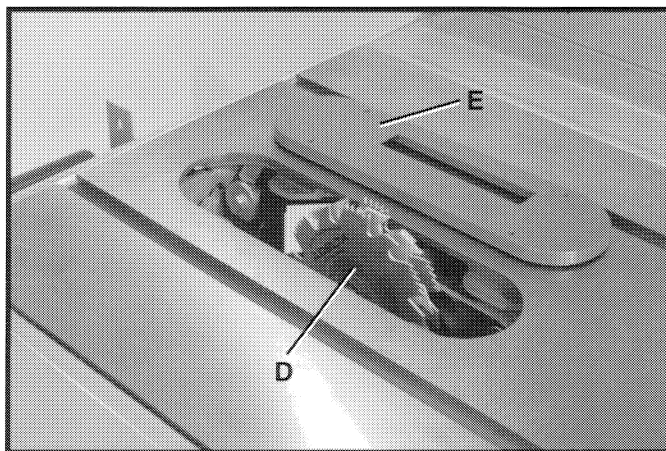
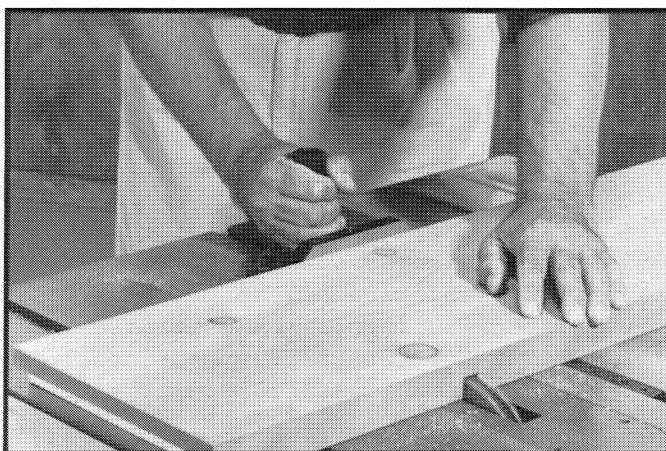

Fig. 99
Fig. 100
El juego de fresas rotativas de ranurar (D) Fig. 99 está ensamblado al árbol de la sierra de la misma manera que la hoja de la sierra. El montaje de protector, hendidor y dedos anti-contragolpe no puede utilizarse durante el fresado rotativo y debe ser quitado de la sierra. En el lugar del protector, deberían utilizarse plantillas para posicionar o fijaciones, y varas de empuje y tablas de biselado también. Además, la pieza de inserción de la mesa para el cabezal de fresa rotativa de ranurar (accesorio) (E) Fig. 99, debe utilizarse en vez de la pieza de inserción de mesa estándar. La Fig. 100 muestra una operación típica de fresado rotativo, utilizando la escuadra de ingletes como guía.